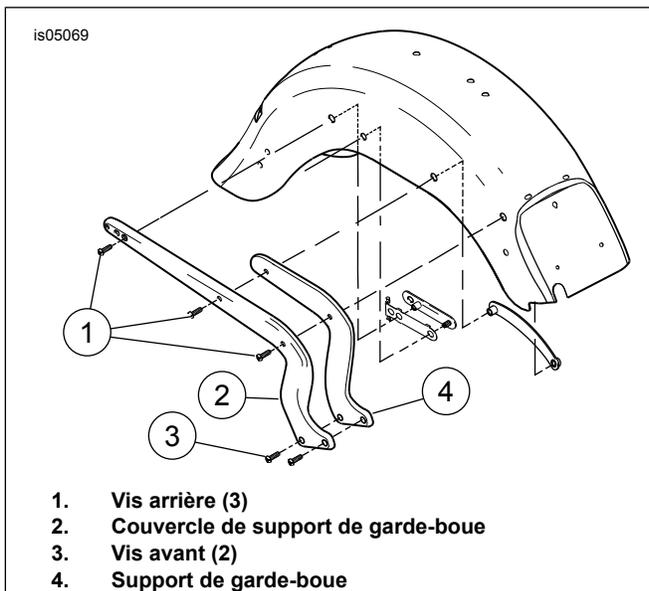

Figure 4. Vis de support de garde-boue et couvercle de support de garde-boue
6. Voir Figure 4. Retirer trois vis arrière (1) du couvercle de support de garde-boue (2) et du support de garde-boue.